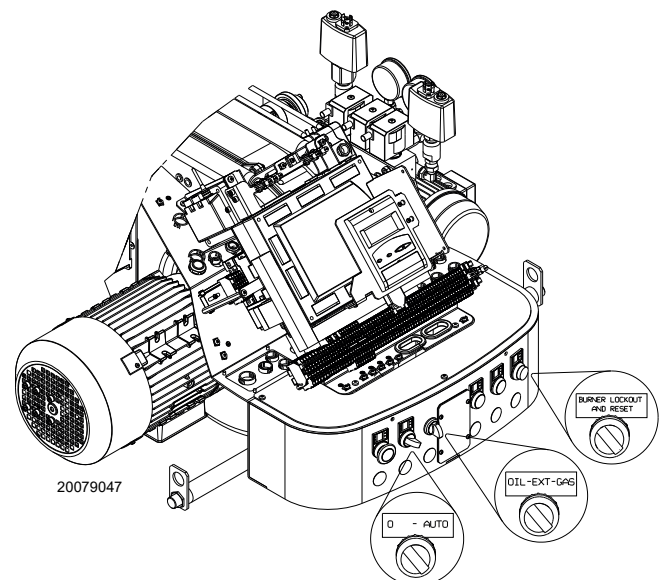

Abb. 29
Stellen Sie den Wählschalter „OIL-EXT-GAS“ auf Abb. 29 auf S. 34 in die Position „OIL“, um den Brennstoff Heizöl zu wählen.
Schließen Sie die Thermostate/Druckwächter und bringen Sie den Schalter von Abb. 29 auf S. 34 in die Position „AUTO“.
- Den Schalter auf Abb. 29 auf „0“ stellen und warten, bis das Steuergerät die Abschaltphase ausführt;
Schließen Sie die Fernsteuerungen und stellen Sie den Wahlschalter 1)(Abb. 29) auf "ON".
- 1 mit dem Wahlschalter (Abb. 29 auf S. 34);
Ist der Wählschalter (Abb. 29 auf S. 34) auf „EXT“ positioniert, ist die Funktion Fernwahl des Brennstoffes aktiviert.